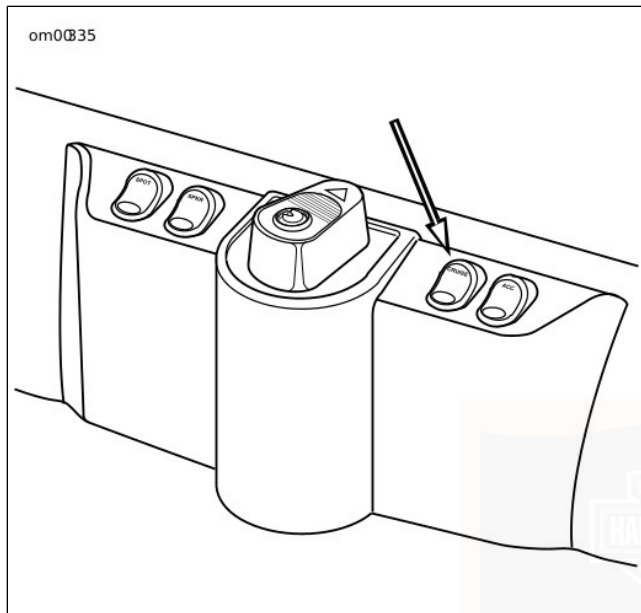

Abbildung 11. Geschwindigkeitsregelungsschalter an der Verkleidungskappe
- Siehe Abbildung 11. Eine orange Leuchte auf dem Geschwindigkeitsregelungsschalter zeigt an, ob die Geschwindigkeitsregelung EIN- oder AUSGESCHALTET ist.
Siehe Abbildung 11. Ein Geschwindigkeitsregelungsschalter an der Verkleidungskappe rechts vom Zünd-/Scheinwerferschalter schaltet die Geschwindigkeitsregelung EIN und AUS. Eine orange Leuchte auf dem Geschwindigkeitsregelungsschalter zeigt an, ob die Geschwindigkeitsregelung EINGESCHALTET ist.